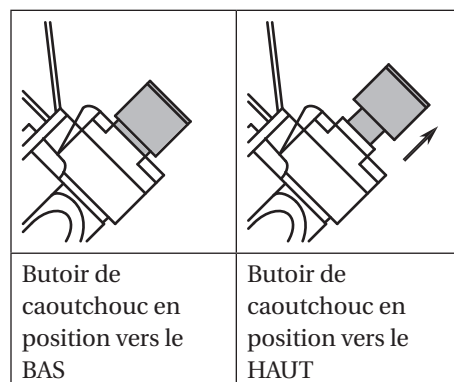

Figure 15 - Installer le tuyau à air avec le butoir de caoutchouc en position vers le HAUT
2. Fermer le régulateur de pression en tournant jusqu'au bout à gauche. Mettre l'interrupteur du compresseur à la position de MARCHE (ON) et laisser pomper jusqu'à la pression d'arrêt automatique.
5. Tirer le butoir de caoutchouc de la cloueuse en position vers le « haut » (up) (voir la figure 15).
**NOTE :** S'assurer que le butoir de caoutchouc de la cloueuse de parquet est en position relevée avant d'ajouter le boyau d'air, sinon la cloueuse pourrait cycler (voir Figure 15).